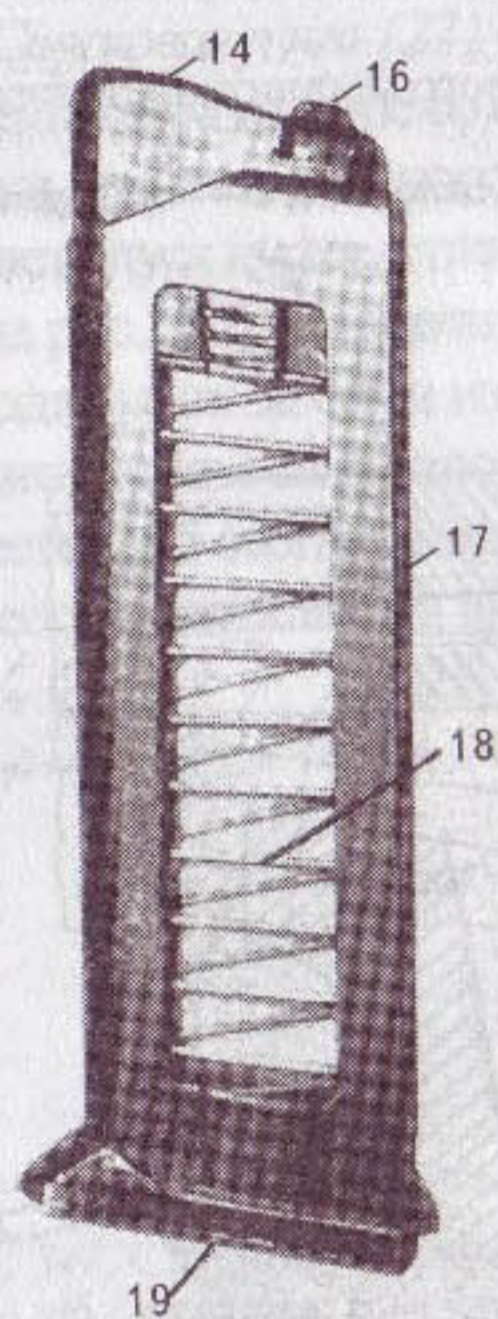
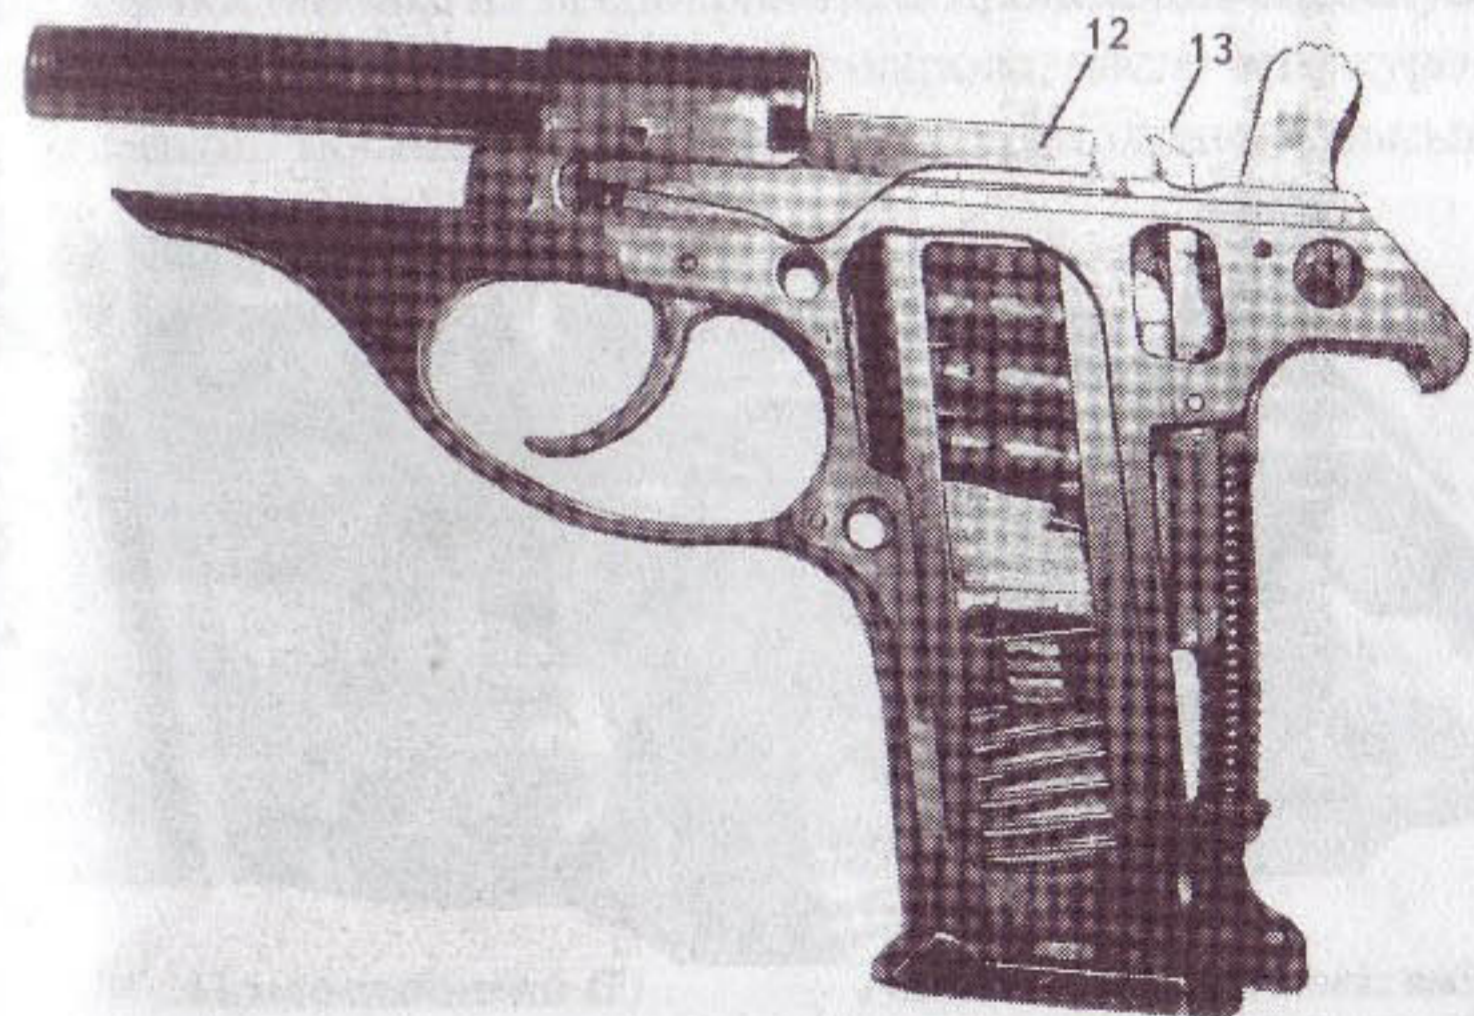

Рис. 344. Магазин пустой:
Рис. 346. При наличии патронов в магазине останов затвора (12) опущен; 13 — носик шептала
Магазин (рис. 344, 345) устроен аналогично магазину пистолета Макарова, с тем различием, что выступ подавателя, воздействующий на останов затвора, выведен не вбок, а расположен на верхней части подавателя (16 на рис. 344).
Затворная задержка в пистолете ПСМ наружу не выведена из-за недопустимости выступания отдельных деталей за плоскость оружия. В системе ПСМ она имеет название «останов затвора» и действует, как у представленных ранее пистолетов Вальтер. Когда в магазине пистолета есть патроны, останов затвора (12 на рис. 346) опущен и затвор свободно ходит взад-вперед. При пустом магазине (или при израсходовании последнего патрона) подаватель магазина поднимается вверх и специальным выступом (16 на рис. 344, 347, 348) поднимает снизу вверх останов затвора. Отведенный назад затвор упирается в поднятый останов и остается в заднем крайнем положении. Для продолжения стрельбы после смены пустого магазина на полный затвор слегка отводится назад и отпускается, останов опускается, и затвор уходит в крайнее переднее положение. Если необходимо спустить открытый затвор при пустом магазине, магазин вынимают (или слегка опускают), затвор слегка оттягивают назад и отпускают.
Для разборки магазина пальцами или отверткой пружина подавателя (18, см. рис. 344) отжимается к подавателю (14), при этом загиб пружины подавателя выходит из прорези крышки магазина (19), которая затем сдвигается и отделяется от корпуса магазина (17). Затем из корпуса магазина извлекаются пружина подавателя и подаватель.